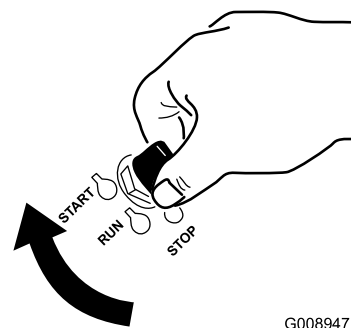

Figura 16
1. Gire la llave de contacto a la posición de Arranque (Figura 16). Cuando el motor arranque, suelte la llave.
6. Gire la llave de contacto a la posición de Arranque (Figura 16). Cuando el motor arranque, suelte la llave.